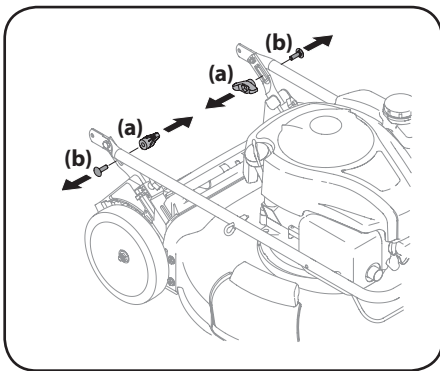

Figure 2-1
2. Enlevez les écrous à oreilles (a) et les boulons ordinaires (b) du guidon, comme à la Figure 2-1. Ne desserrez pas ou n'enlevez pas les vis à tête hex. adjacentes.